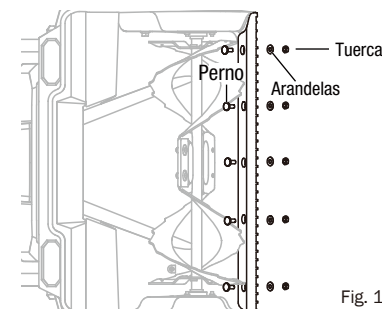

Fig. 13
1. La barra raspadora se encuentra en la parte inferior de la carcasa de la sopladora de nieve. Durante el proceso de soplado de la nieve, la barra puede tocar directamente el suelo o la piedra, lo que provoca un desgaste. Compruebe con frecuencia el desgaste y sustituya la barra raspadora cada 50 horas de trabajo para conseguir unas condiciones de trabajo ideales. Retire la batería y coloque la sopladora de nieve de lado para trabajar en la herramienta. (Fig. 13)
2. Utilice una llave hexagonal para retirar las 5 tuercas y arandelas situadas bajo la parte inferior de la carcasa. Retire la barra raspadora desgastada de la sopladora de nieve. (Fig. 13)